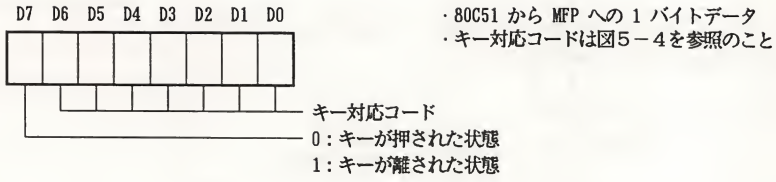

図5-3 キースキャンデータフォーマット
(1) キースキャンして得たキーコードを MFP へ送信 (図5-3参照)